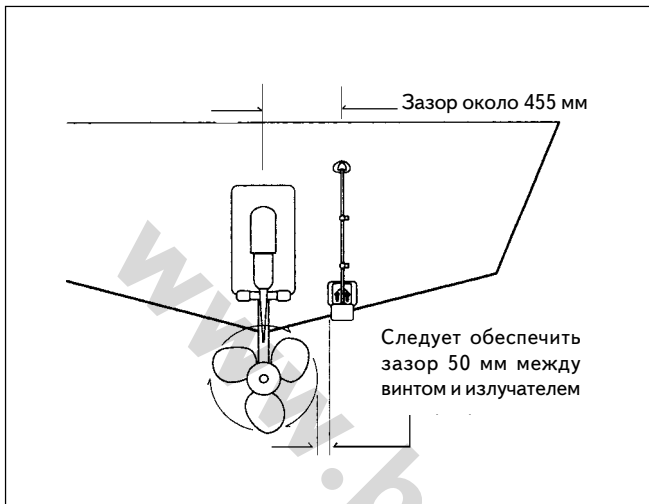

Рис.2-3
- Если судно имеет один винт (мотор может быть подвесным или стационарным), крепить излучатель следует на расстоянии 455 мм от плоскости среднего продольного сечения судна, как это показано на рис.2-3. Устанавливать излучатель следует в направлении вращения винта относительно продольного сечения (обычно по правому борту). Это уменьшит влияние пузырьков, образующихся во время работы винта, на эффективность работы излучателя.